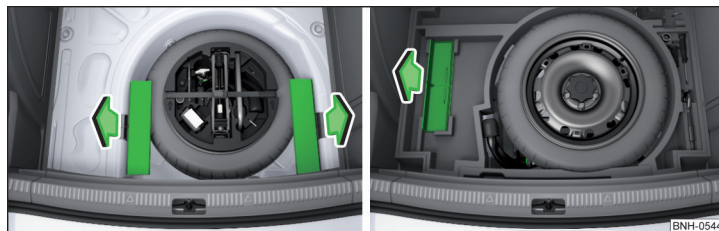
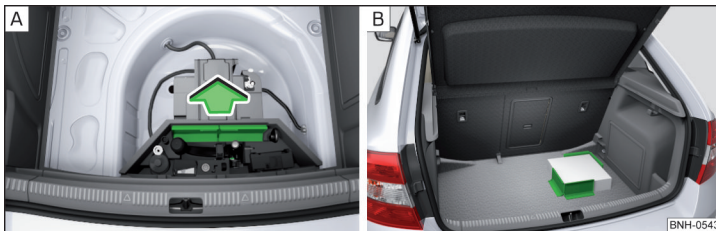

Fig. 114 Retirar los elementos de carga: Variante 1 / Variante 2
Fig. 115 Retirar los elementos de carga: Variante 3 / Ejemplo de fijación de la carga por medio del elemento de carga
- Para el **uso**, retirar los elementos de carga en el sentido de las flechas » fig. 114 y » fig. 115 - [A].
- Fijar la carga por medio de los elementos de carga si es posible cerca de los asientos traseros » fig. 115 - [B].